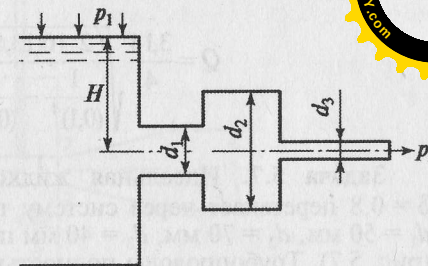

Рис. 5.7
**Задача 5.7.** Идеальная жидкость относительной плотностью  $\delta = 0,8$  перетекает через систему трех трубопроводов с диаметрами  $d_1 = 50 \text{ мм}$ ,  $d_2 = 70 \text{ мм}$ ,  $d_3 = 40 \text{ мм}$  под постоянным напором  $H = 16 \text{ м}$  (рис. 5.7). Трубопроводы полностью заполнены жидкостью. Определить расход жидкости  $Q$ .